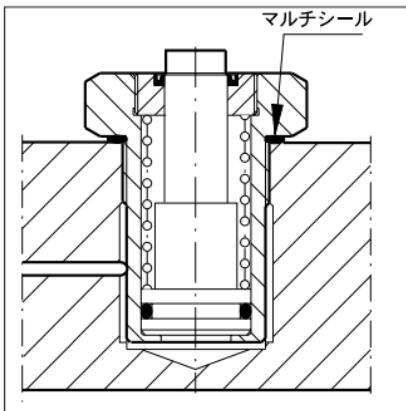

図 1a ミ CSM シリンダ シーリングのサイズ
CST モデルはシングル動作でバネによって戻ります。オイルポートは、シリンダの底部にあります。CDT モデルはダブル動作で、油圧で戻ります。オイルポートは、シリンダの底部にあります。オイルポートの仕様はモデル番号で識別します（表 A 参照）。CSM モデルはシングル動作でバネによって戻ります。シールは CSM 型シリンダには付属しており、シリンダとマニホールドの間に正しく取り付けて密閉して取り付けます。（図 1a および 1b を参照）
2. 組み立て前にシールを潤滑します。(図 1a および 1b を参照)